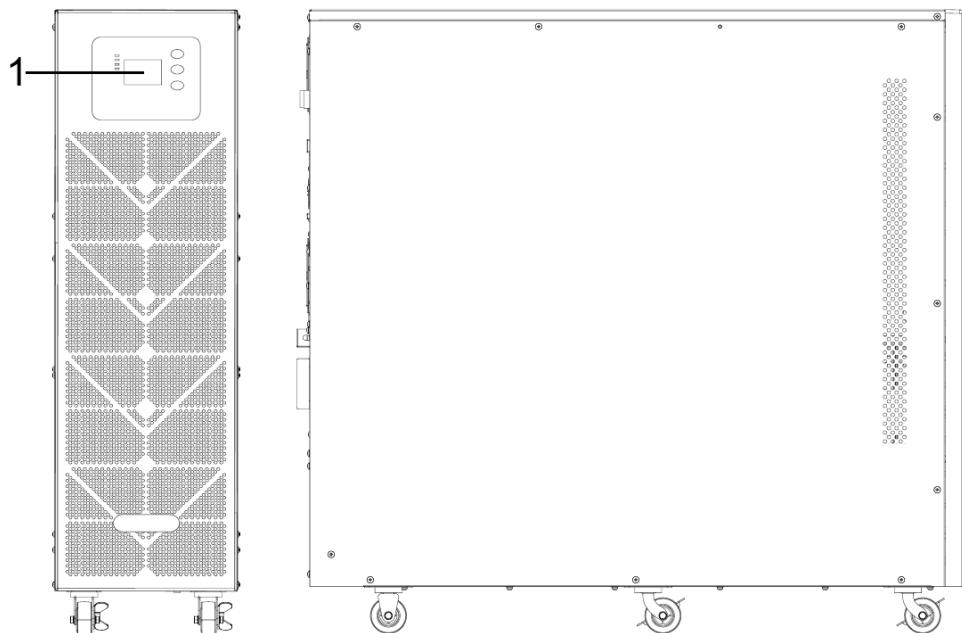
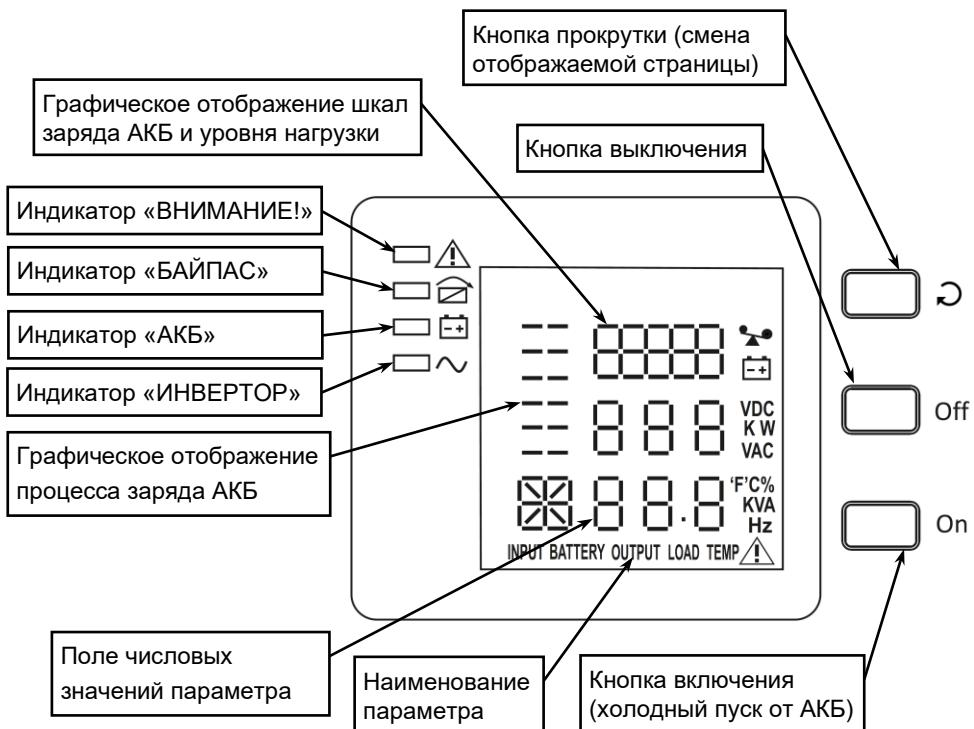

Рисунок 1 — Общий вид изделия, где 1 — ЖК-дисплей
Рисунок 3 — ЖК-дисплей
**Изделие выполнено** в напольном варианте корпуса типа TOWER, на передней панели которого расположены ЖК-дисплей, светодиодные индикаторы и кнопки управления (см. раздел «ОПИСАНИЕ ЖК-ДИСПЛЕЯ», рисунок 1 и рисунок 3).
На ЖК-дисплее отображаются значения основных параметров изделия (см. рисунок 3).